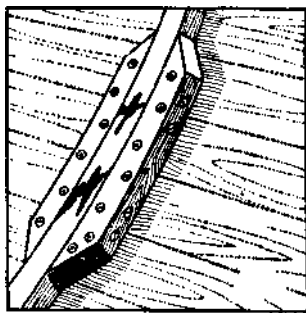

Рис. 127. Установка дублеров на поврежденный шпангоут
**Ремонт шпангоутов.** Участки шпангоутов с трещинами можно не менять, а усилить установкой на них реек-дублеров такого же сечения (рис. 127). Дублирующие шпангоуты крепят к основным на заклепках или болтах, они должны перекрывать усиливаемое место на 200—250 мм с каждого конца.